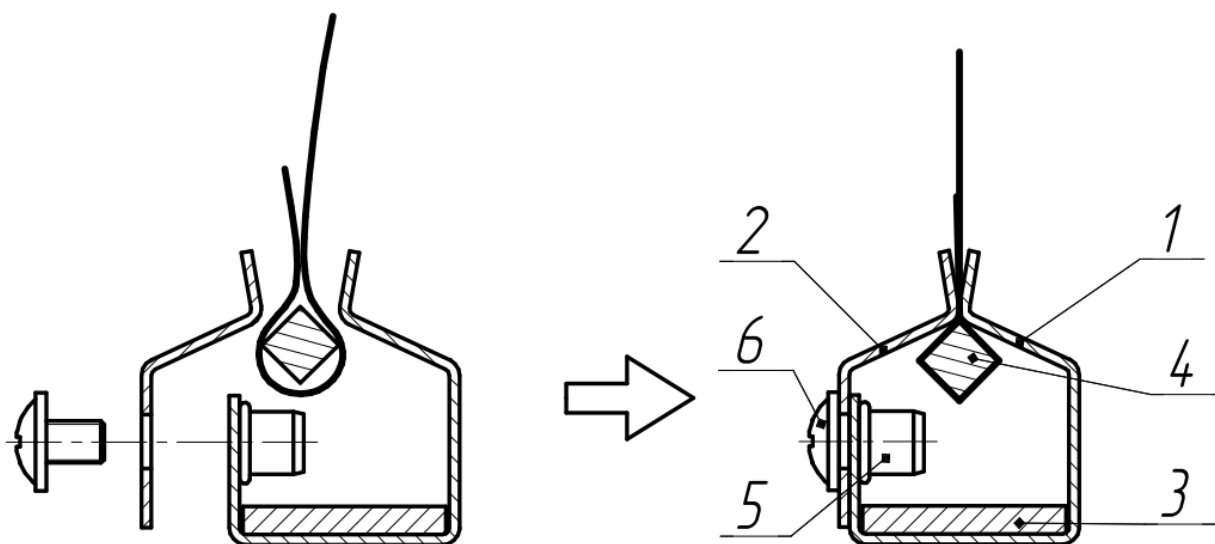

Рис. 14 – Сборка отсекающей шины: 1-основной профиль, 2-закрывающий профиль, 3-утяжелитель, 4-стальной брусок, 5-вытяжная гайка, 6-винт М6
- Вложить стальной брус, обернутый полотном в отсекающую шину и зафиксировать её (рис. 14). Проконтролировать, что отсекающая шина при подъеме/опускании полотна параллельна полу.